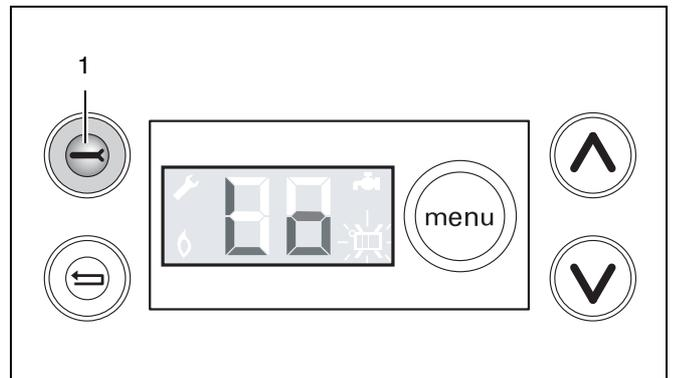

Fig. 36 DBA - modalità Lo
- Portare l'apparecchio in modalità "Lo" premendo una volta il tasto Service (⊖) (fig. 36, pos. 1). Vedere menu 3: "Impostazioni" a pagina 22.
- Portare l'apparecchio in modalità "Lo" premendo una volta il tasto Service \ominus (fig. 36, pos. 1). Vedere menu 3: "Impostazioni" a pagina 22.